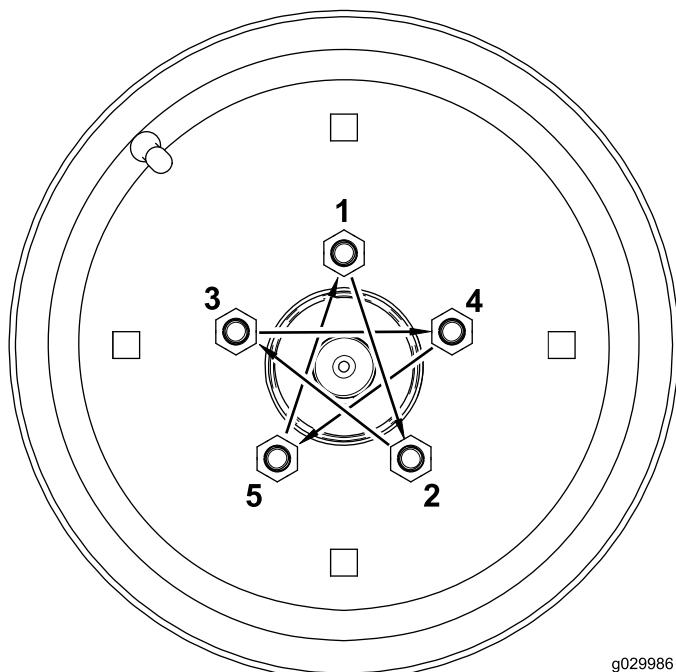

Figura 20
2. Aperte as porcas das rodas com 101 a 115 N·m na ordem seguinte (Figura 20).